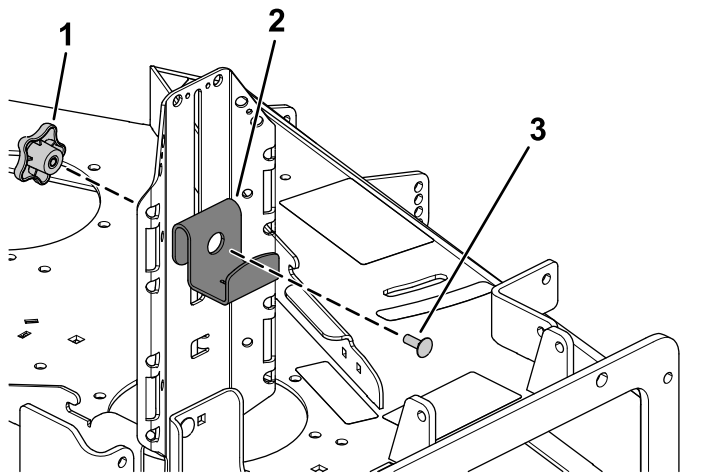

Figure 6
- Fixez le support supérieur au support du porte-seau à l'aide du bouton et d'un boulon de carrosserie (5/16 x 7/8 po), comme montré à la Figure 6.